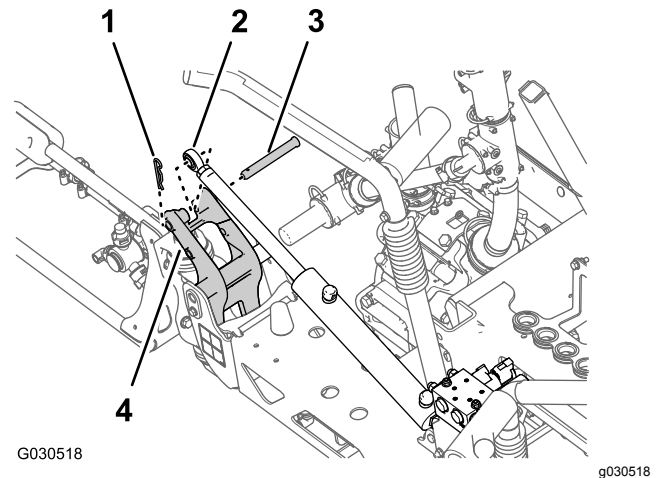

Figura 72
3. Retire el pasador y la chaveta que sujetan el extremo de la varilla del cilindro de elevación al soporte de giro (Figura 72).